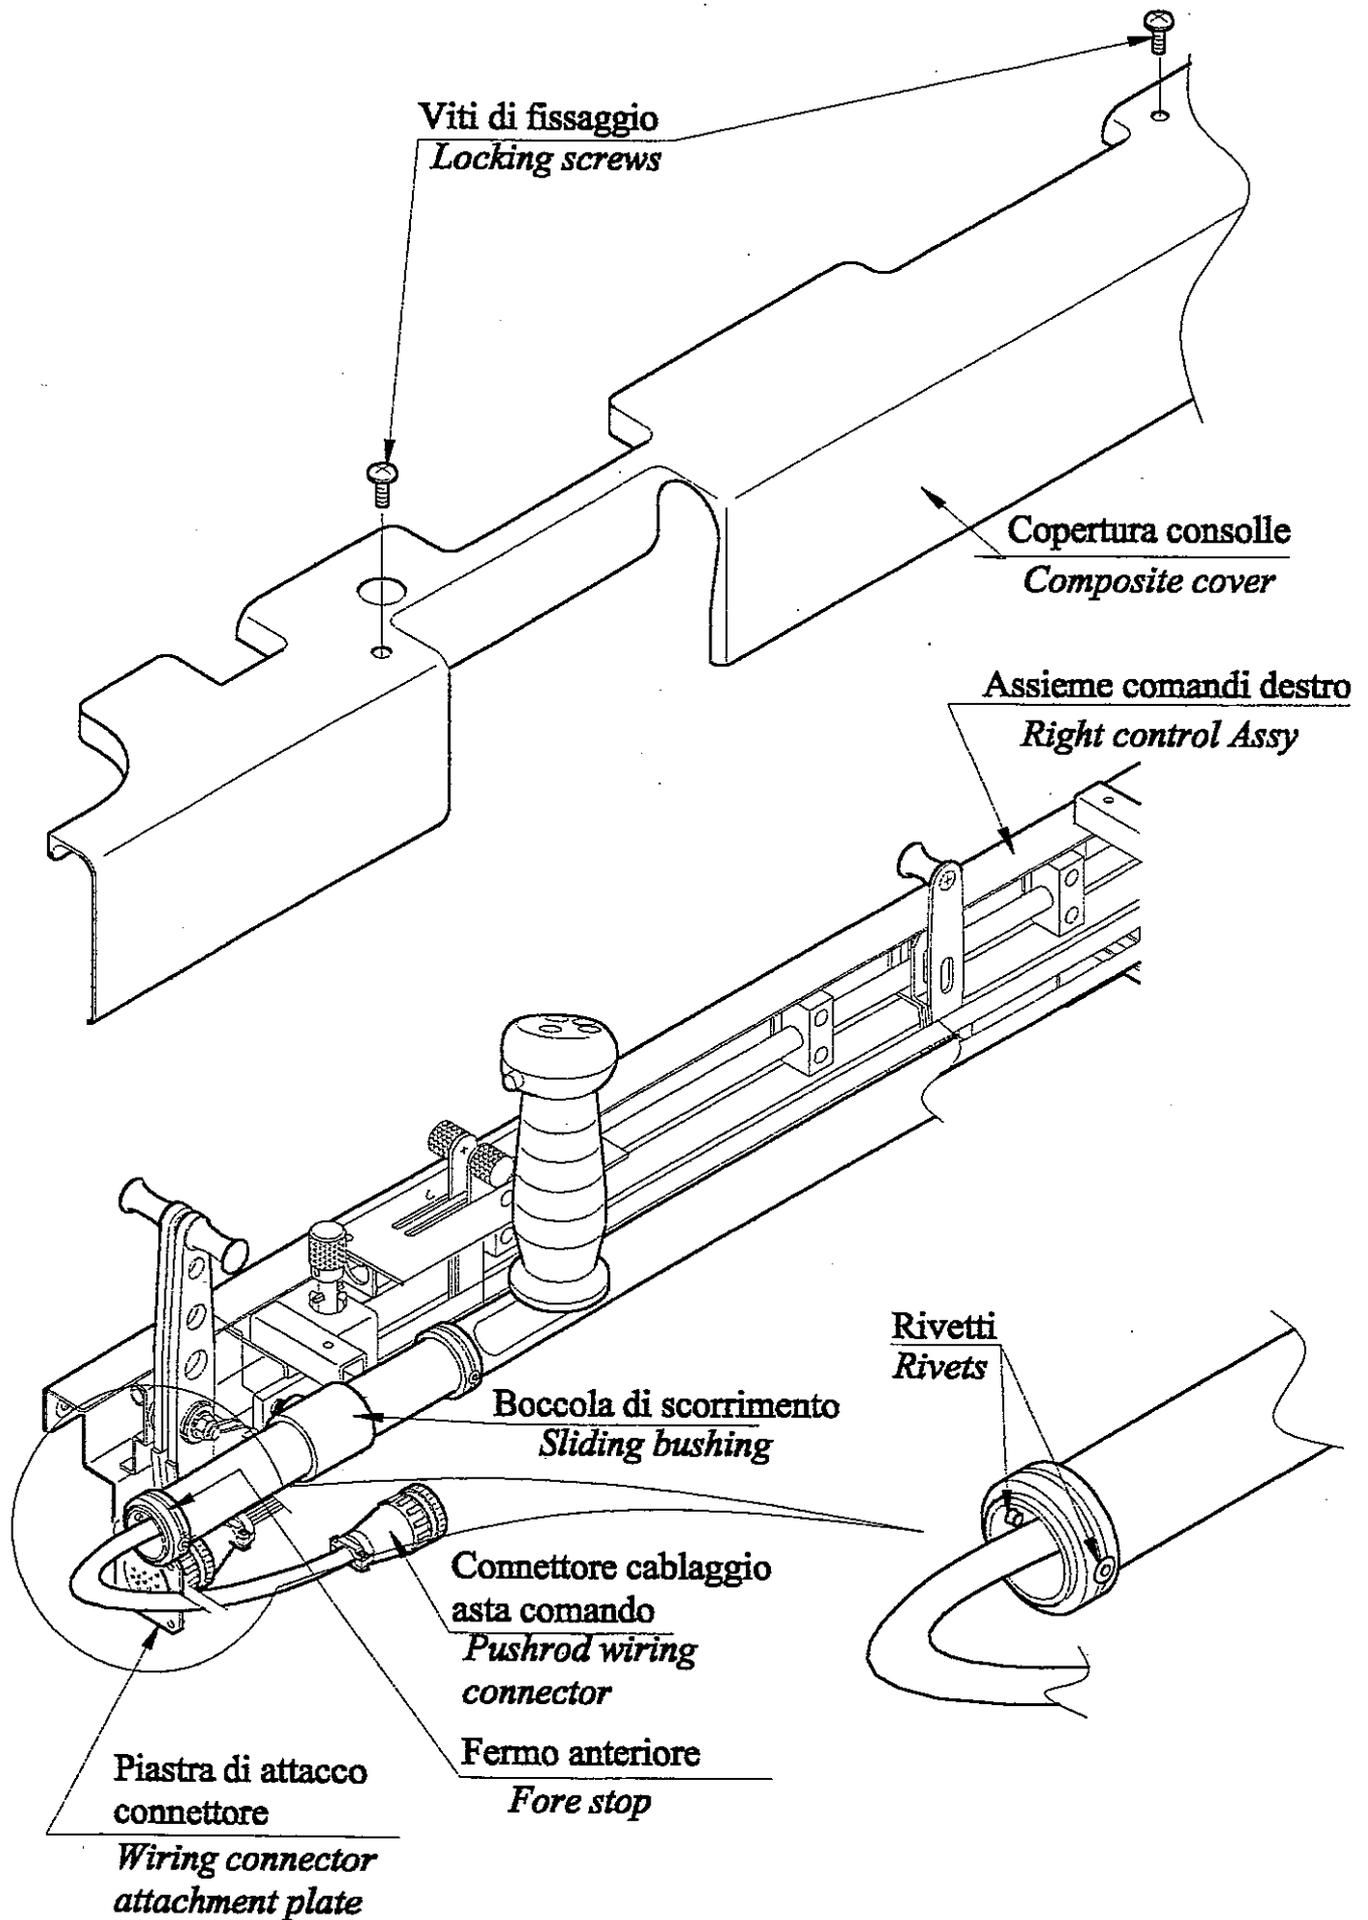

Fig. 1: Fine corsa equilibratore
Sul velivolo/kit Sky Arrow la corsa verso l'alto dell'equilibratore è limitata da un fermo fissato con due rivetti sull'asta di comando rollio-beccheggio, come rappresentato in fig. 1. Questi rivetti, nel caso in cui l'asta di comando rollio-beccheggio venga usata impropriamente a terra o comunque dopo un certo numero di ore di vita operativa, potrebbero risultare allentati. Per prevenire ciò, il costruttore del velivolo/kit (3I) ha migliorato la connessione tra il fine corsa e l'asta di comando sostituendo i due rivetti con una vite, come descritto nei paragrafi seguenti. L'introduzione di questa miglioria ha inoltre il vantaggio di garantire la completa smontabilità dell'assieme asta di comando, in quanto la boccia di scorrimento (vedi fig. 1) può essere sfilata dall'asta senza dover sostituire rivetti.
Per sostituire il fermo anteriore della corsa del comando equilibratore munirsi del kit di sostituzione e dell'attrezzatura necessaria (vedi paragrafo 4) ed attenersi alle seguenti istruzioni (facendo riferimento alle figure 1, 2 e 3):
The elevator upward travel is limited on Sky Arrow aircraft/kits by a stop fastened by two rivets on the pitch-roll push rod as described in fig. 1. These rivets, in case of an improper use of the pitch-roll push rod on the ground or, in any case, after a certain number of operation hours, could loosen. In order to prevent this problem the aircraft/kit manufacturer (3I) has improved the stop connection onto the push rod by replacing the two rivets with a screw, as described in the following paragraphs.
Moreover, this improvement allows a complete push rod assy removability, because the sliding bushing (see fig. 1) can be removed from the rod without detaching any rivet.
Remove the right composite console cover detaching the two screws displayed in figure 1.
In order to replace the elevator control travel fore stop provide yourself with the replacement kit and with the required tool (see paragraph 4) and perform the following operations (making reference to fig. 1, 2 and 3):
- staccare il connettore del cablaggio dell'asta comando rollo-beccheggio dal connettore da pannello vincolato alla relativa piastra di attacco (vedi fig. 1), ruotando l'apposita ghiera;
- from the wall connector fastened to the relevant attachment plate (see fig. 1), by rotating the relevant collar;*